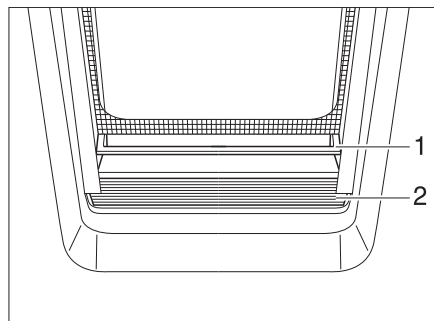

Bild 28 Plisségardin
- Ta tag i plisségardinen (Bild 28,2) i mitten av grepplisten (Bild 28,1) dra den nerifrån och upp och släpp i önskad höjd. Plisségardinen stannar i denna position.